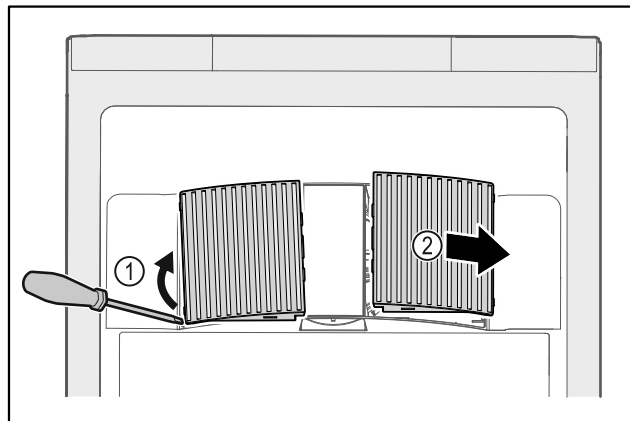

Fig. 200
- ▶ Oprezno podignite ventilatorske pokrove sa strane Fig. 200 (1) i skinite ih prema naprijed Fig. 200 (2).